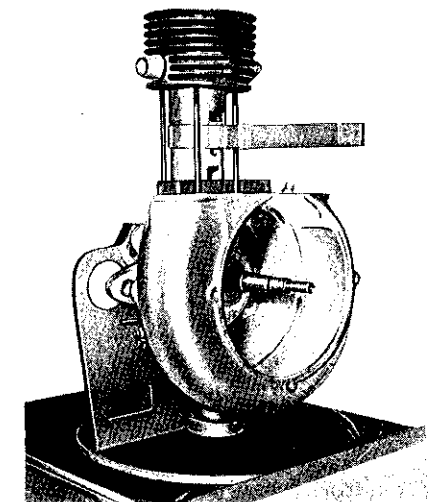

Bild 27. Zylinder aufsetzen
12. Zylinderlaufbahn einölen und Zylinder aufsetzen (Bild 27).